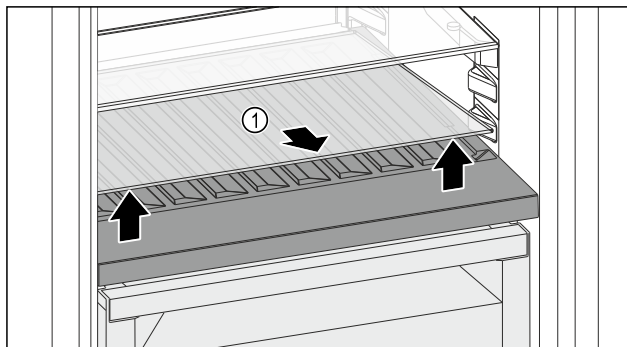

Fig. 149
- Skleněnou desku Fig. 149 (1) zvedněte za vybrání vpředu a vyjměte ji.
- Skleněnou desku Fig. 149 (1) uložte bezpečně mimo spotřebič.